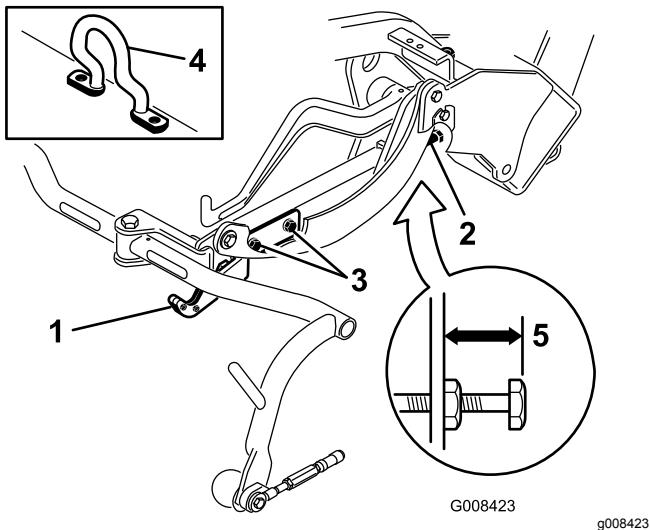
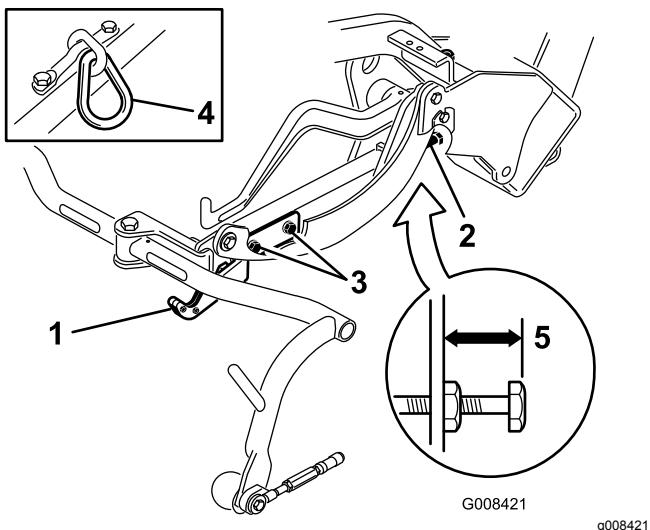
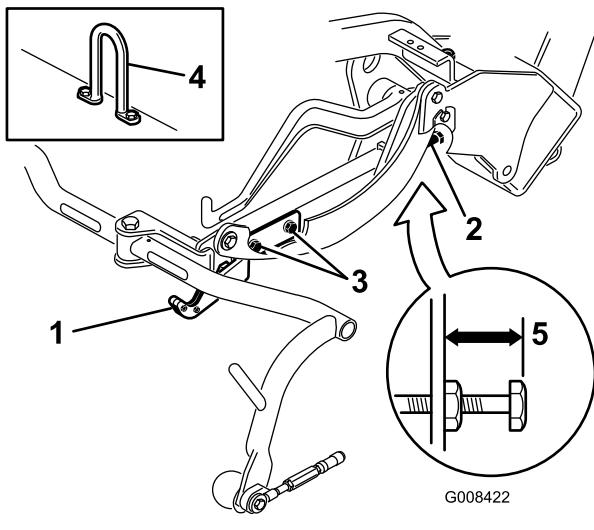

Figura 12
Figura 13
Figura 14
Compruebe la altura de transporte (Figura 13 y Figura 14) y ajústela si es necesario.
- En unidades de corte equipadas con un gancho de elevación acodado (Figura 12, detalle) compruebe que la distancia entre la parte superior del tornillo de ajuste del bastidor de tiro y el borde trasero del bastidor de tiro es de 25 mm. Si la distancia no es de 25 mm, vaya al paso 4.
3. En unidades de corte equipadas con un gancho de elevación con eslabón de cadena o recto (Figura 13 y Figura 14, detalle), compruebe que la distancia entre la parte superior del tornillo de ajuste del bastidor de tiro y el borde trasero del bastidor de tiro es de 22 mm. Si la distancia no es de 22 mm, continúe con el paso 4. Si la unidad de corte está equipada con un gancho de elevación acodado, (Figura 12), continúe con el paso siguiente.
4. Afloje los tornillos de montaje de la pletina de transporte (Figura 13, Figura 14 y Figura 12).
7. Si los bastidores de tiro no están a la misma altura, afloje la contratuerca del tornillo de ajuste del bastidor de tiro (Fig. Figura 12, Figura 13 y Figura 14). Gire el tornillo hacia fuera para elevar y hacia dentro para bajar. Apriete la contratuerca después de obtener la altura adecuada.